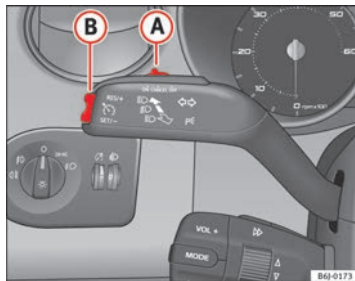

Fig. 111 Levier des cli-gnotants et des feux de route : commande et touche basculante pour régulateur de vitesse
- Déplacez la commande ⇒ fig. 111 **A** vers la gauche pour la mettre sur **ON**.